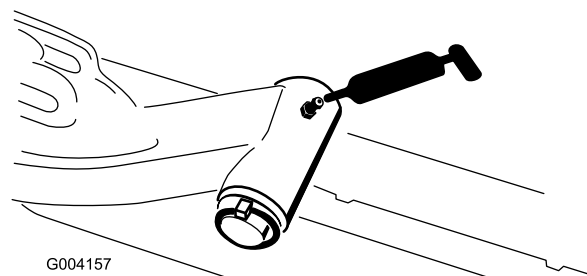

Рисунок 47
- Ось поворота подъемного рычага (по 1 шт.) (Рисунок 47)